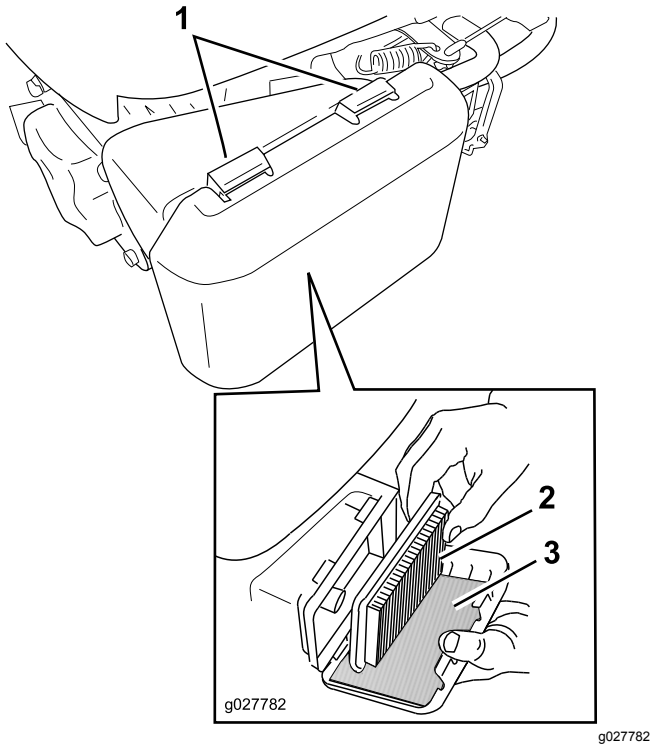

Figura 27
1. Presione hacia abajo los cierres de la parte superior de la tapa del filtro de aire (Figura 27).
3. Retire el filtro de aire de papel y el pre-filtro de gomaespuma (Figura 27).